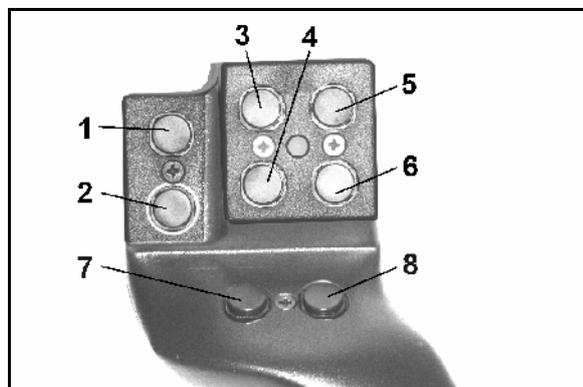
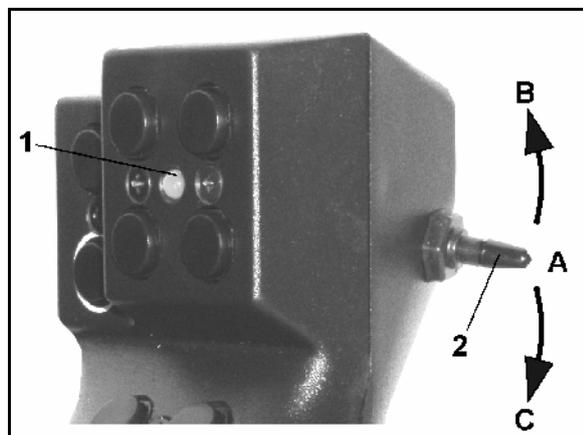

Fig. 54
Fig. 55
Para o comando do **AMATRON 3**, o punho multifunções (Fig. 54) possui 8 teclas (1 - 8). Para além disso, é possível através do interruptor (Fig. 55/2) alterar triplamente a ocupação das teclas.
-  posição central (Fig. 55/A) e pode ser
-  accionado para cima (Fig. 55/B) ou
-  para baixo (Fig. 55/C).
A posição do interruptor é indicada através de uma luz de LED (Fig. 55/1).